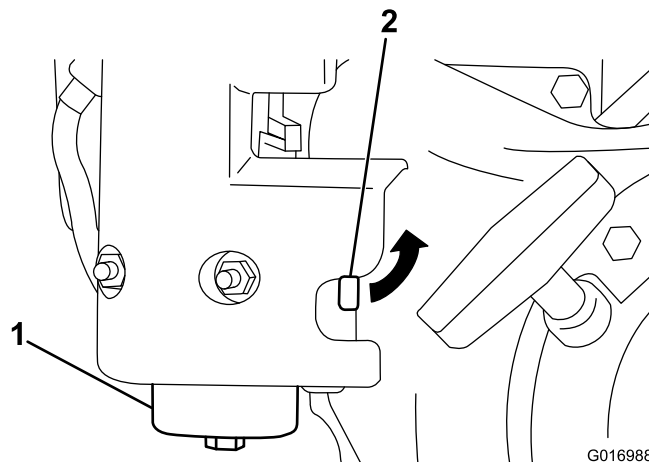

Figura 29
1. Chiudete la valvola d'intercettazione del carburante e svitate il pozzetto dal corpo del filtro (Figura 29).